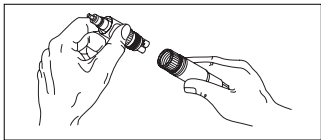

Рисунок 2: Установка муфты ROTO QUICK
- Наденьте ROTO QUICK на шланг турбины в соответствии с рисунком (рисунок 2).